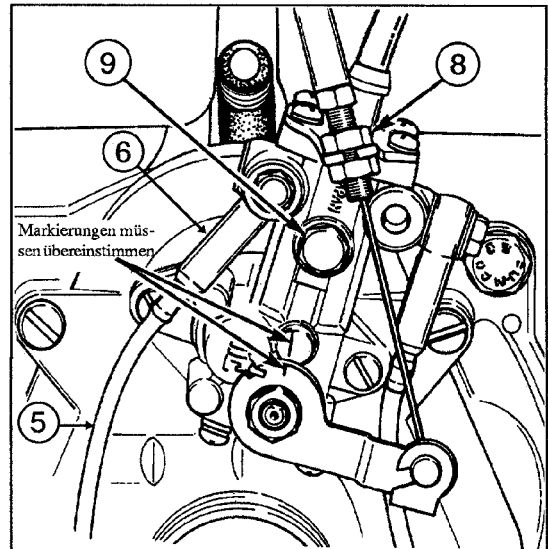

Bild 9
- 6) Einstellen des Ölpumpenhebels: Wenn der Gashebel auf Leerlaufposition steht, müssen beide Strichmarkierungen übereinstimmen (siehe Bild 9).
- 7) Entlüften Sie die Saugleitung, bevor Sie den Motor starten, durch Öffnen der Entlüftungsschraube (siehe Bild 9/Punkt 9), bis die ganze Saugleitung luftfrei ist. Verschließen Sie die Entlüftungsschraube sorgfältig.